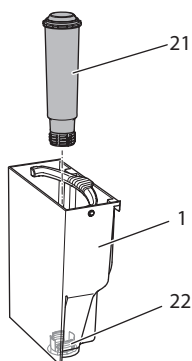

Fig. 15: Iskruning/udskruning af vandfilter
- Fjern vandfilteret (se Fig. 15 på side 160).
9. Sæt et nyt filter ind i vandbeholderen (se *Fig. 15*).
3. Fjern vandfilteret (se *Fig. 15*).